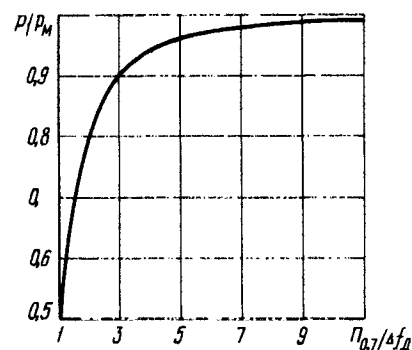

Рис. 4
Рассчитаем по формулам (22) и (23) параметры элементов контура и на основе полученных результатов оценим применимость выбранного значения Q для каждого из любительских диапазонов. Одновременно определим полосу пропускания П-контура по уровню —3 дБ ($P_{0,7} = f_0/Q$). Кроме того, воспользовавшись графиком на рис. 4, ориентировочно оценим степень уменьшения выходной мощности P на краях диапазона по отношению к максимальной P_m в зависимости от полосы пропускания П-контура по уровню 0,7 и ширины рабочей полосы частот Δf_d заданного любительского диапазона или его отдельных участков.
По графику рис. 4 находим, что для соотношения $P_{0,7} / \Delta f_d = 641 / 100 = 6,41$